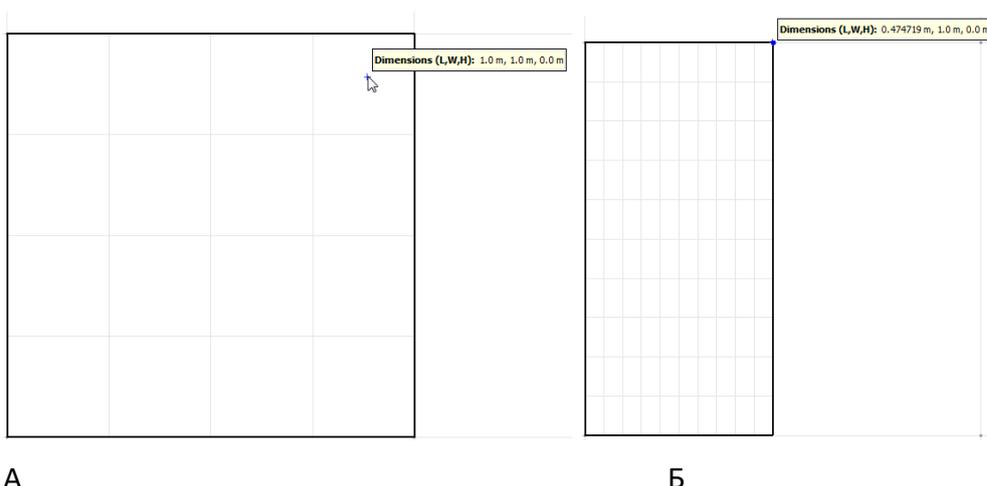

Рисунок 9-22 Два варианта рисования сетки
- **Фиксированный размер.** Каждая ячейка имеет фиксированный размер. При рисовании сетки граница будет привязываться к целому числу ячеек сетки заданного размера. На рисунке Рисунок 9-22(а) показано рисование сетки с фиксированной ячейкой 0,25x0,25x0,25 метров. Как видно, сетка привязывается не к точке курсора, а к ближайшему кратному 0,25 м.
- **Фиксированное количество.** Для каждого направления задано количество ячеек сетки. На рисунке Рисунок 9-22(б) показана сетка, нарисованная с фиксированным количеством 10x10x10. Видно, что размеры ячеек отличаются по разным направлениям сетки.